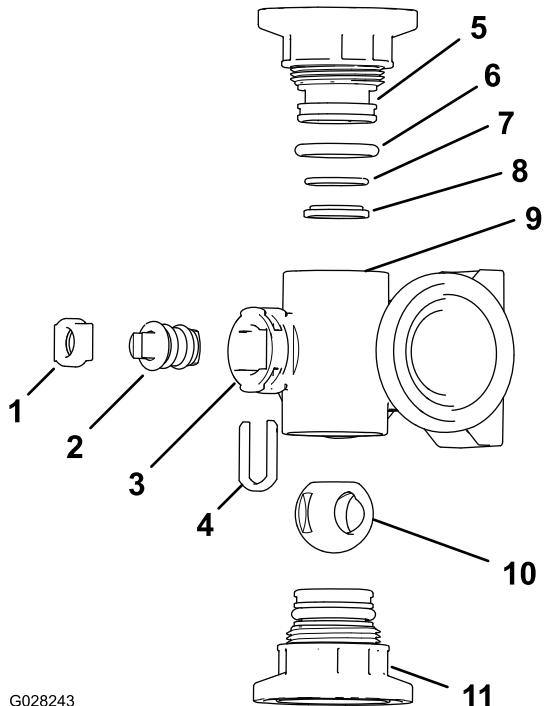
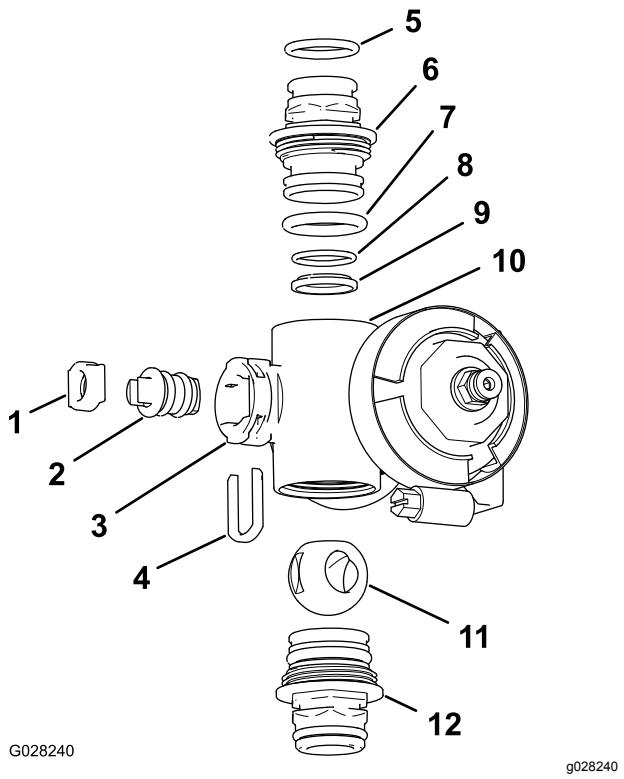

Bild 114
Bild 115
2. Nehmen Sie die zwei Endkappen-Anschlussstücke von jedem Ende des Verteilergehäuses ab (Bild 114 und Bild 115).
4. Nehmen Sie den Schafthalter aus den Schlitten im Schaftanschluss im Verteiler heraus (**Bild 114** und **Bild 115**).
5. Nehmen Sie den Schafthalter und den Ventilschaftsockel aus dem Verteiler heraus (**Bild 114** und **Bild 115**).
6. Fassen Sie in das Verteilergehäuse und nehmen Sie den Ventilschaft heraus (**Bild 114** und **Bild 115**).
1. Überprüfen Sie den Zustand der O-Ringe des Auslaufanschlussstücks (nur Abschnittventilverteiler), der Endkappen-O-Ringe, der hinteren O-Ringe und den Kugelsockel auf Beschädigungen oder Abnutzung (**Bild 114** und **Bild 115**).
2. Tragen Sie Silikonfett auf den Ventilschaft auf und setzen ihn in den Ventilschaftsockel (**Bild 114** und **Bild 115**) ein.
3. Setzen Sie den Ventilschaft und den Sockel in den Verteiler und befestigen Sie den Schaft und den Sockel mit dem Schafthalter (**Bild 114** und **Bild 115**).
4. Stellen Sie sicher, dass die hinteren O-Ringe und der Kugelsockel ausgefluchtet sind und im Endkappen-Anschlussstück sitzen (**Bild 114** und **Bild 115**)
5. Bringen Sie das Endkappen-Anschlussstück am Verteilergehäuse an, bis der Flansch des Endkappen-Anschlussstücks das Verteilergehäuse berührt, drehen Sie dann das Endkappen-Anschlussstück um eine weitere Achtel- bis Viertelumdrehung (**Bild 114** und **Bild 115**).